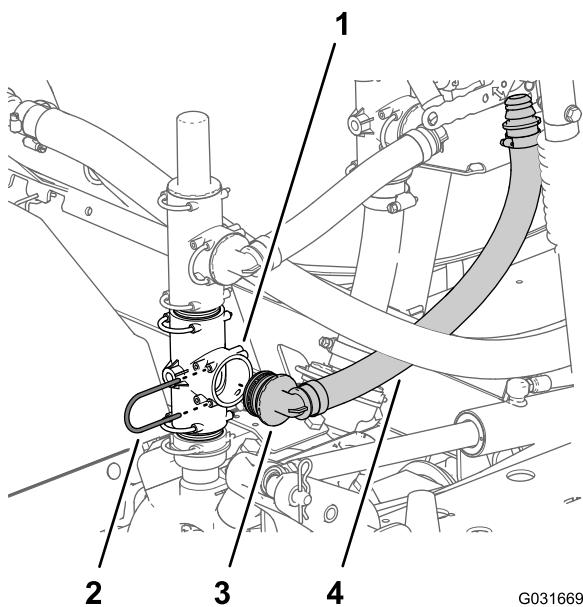

图 10
- 对齐供水软管总成的其他 90°度接头与打药泵下 T 形接头的开口端并插入 90°度接头直至入位图 10。
- 使用在 重新调整泄压阀和上 T 形接头 \(页码 5\) 的步骤 1 中卸下的卡环图 10 将 90°接头固定到打药泵的 T 形接头上。